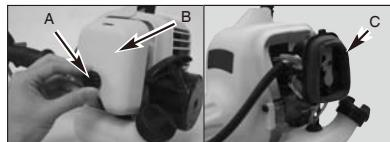

Рисунок. 16
1. Отвинтите барабаночный винт (A), удерживающий крышку фильтра на месте, затем снимите крышку (B) и извлеките фильтр (C) из воздушной камеры (рис. 16).